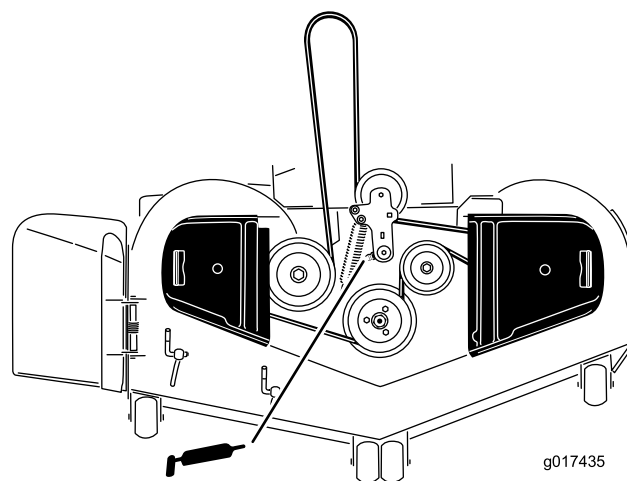

Figura 35
3. Lubrificate il perno della puleggia tendicinghia del piatto di taglio finché non fuoriesce grasso dalla parte inferiore (Figura 35).